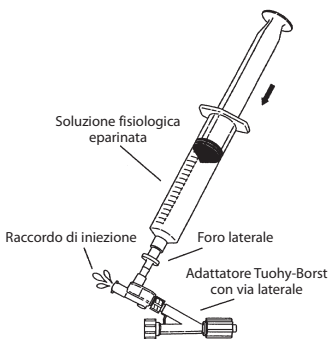

Fig. 2
4. Collegare la valvola di non ritorno all'adattatore Tuohy-Borst. La valvola Tuohy-Borst deve essere completamente chiusa. Collegare una siringa da 20 mL piena di soluzione fisiologica eparinata al foro laterale dell'adattatore con valvola di non ritorno ed eliminare lentamente l'aria dal raccordo di iniezione. (Fig. 2)